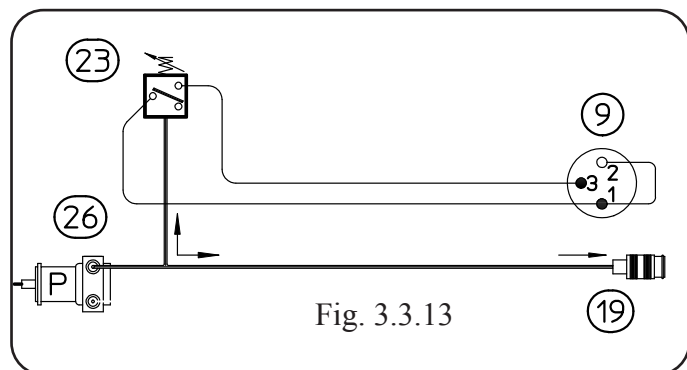

Fig. 3.3.13
Al encendido del generador, la tarjeta panel (47) verifica si el grupo de enfriamiento está conectado, mediante la señal proporcionada por el conector puente en los terminales 1 y 2 del conector (9) en el grupo de enfriamiento (Fig. 3.3.13). Con el conector (9) desconectado o con el conector puente interrumpido, el grupo de enfriamiento está deshabilitado y la selección del tipo de funcionamiento de
- Terminales ventiladores (2) en grupo de enfriamiento tensión = 220 Vac, con grupo de enfriamiento habilitado.
- Desconectar temporáneamente, con generador apagado, los hilos de los ventiladores (2) del panel de bornes y verificar resistencia entre los terminales de los ventiladores (2) (bobinado de los ventiladores (2)). Valor correcto = 750 ohm aproximadamente.
TEST PRESÓSTATO (23) (Fig. 3.3.13 y Mapa conectores, par. 5.4).
- Tarjeta potencia(57), conector J4, terminales 1(+) - 4(-) = 0 Vdc, con bomba (26) en función (contacto presóstato cerrado = presión idónea); +24 Vdc, con generador encendido y bomba (26) parada (contacto presóstato abierto = presión insuficiente).